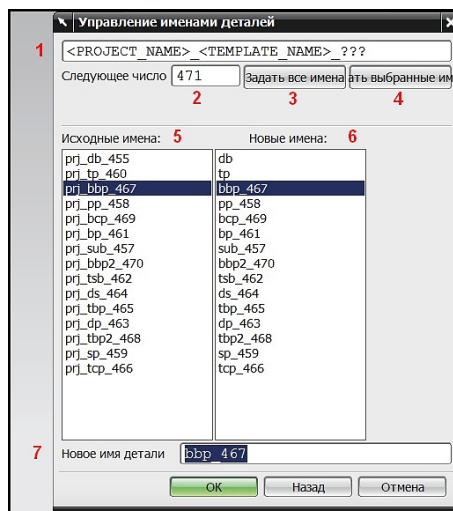

Рис. 7.27. Окно диалога «Управление именами деталей»
31. Необходимо задать имена создаваемым компонентам пакета. Рассмотрим опции открывшегося окна диалога **Управление именами деталей** (рис. 7.27):
32. В открывшемся окне диалога **Управление именами деталей** (рис. 7.27). выберите имя компонента *bbp\_???* в списке **Новые имена**. Имя будет отображено в строке ввода **Новое имя детали**. Удалите все, кроме аббревиатуры компонента. Нажмите **Enter**. Перейдите к следующему компоненту. Повторите процедуру для каждого. Нажмите клавишу **ОК**.